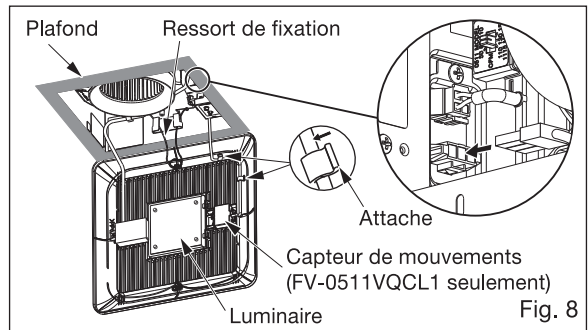

Fig. 8
10. Insérez le ressort de fixation de la grille dans la fente sur le côté des câbles et insérez la fiche dans le boîtier du luminaire. (Fig. 8)
11. Fixez le capteur de mouvements sur la grille et placez le câble tel qu'illustré. (Fig. 8)